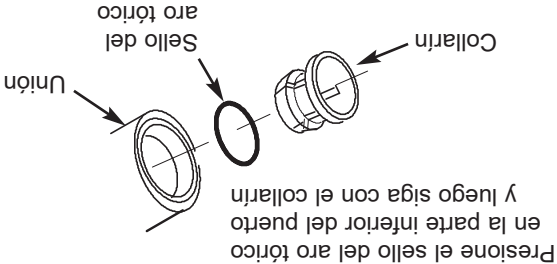

FIG. 29 Cambie el collarín y el aro tórico
1. Retire el collarín y el aro tórico de la unión con un destornillador pequeño. No raspe las paredes internas del puerto del collarín. Vea las Figs. 29 y 30.
2. Limpie el puerto del collarín, lubríquelo con un producto a base de silicona e inserte el sello del aro tórico en la base del puerto. Vea las Figs. 29 y 30.
3. Empuje el collarín hacia adentro hasta que quede fijo en su lugar. Vea las Figs. 29 y 30.